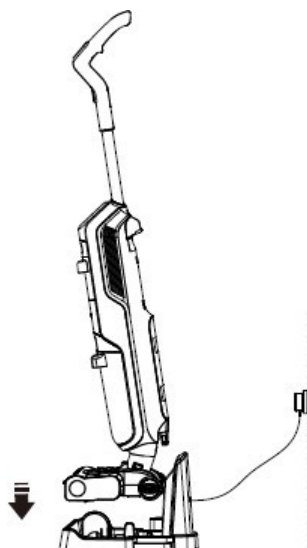

Figura 14
- II. Vuelva a colocar el dispositivo en la estación de carga como se muestra en la Figura 14. Inicia el programa de limpieza automática como prioridad, así que presione el botón "PAUSA DE LIMPIEZA AUTOMÁTICA" para detener primero el programa de limpieza automática, luego comenzará a cargarse con el nivel de batería luz indicadora en la pantalla de visualización digital parpadeando.